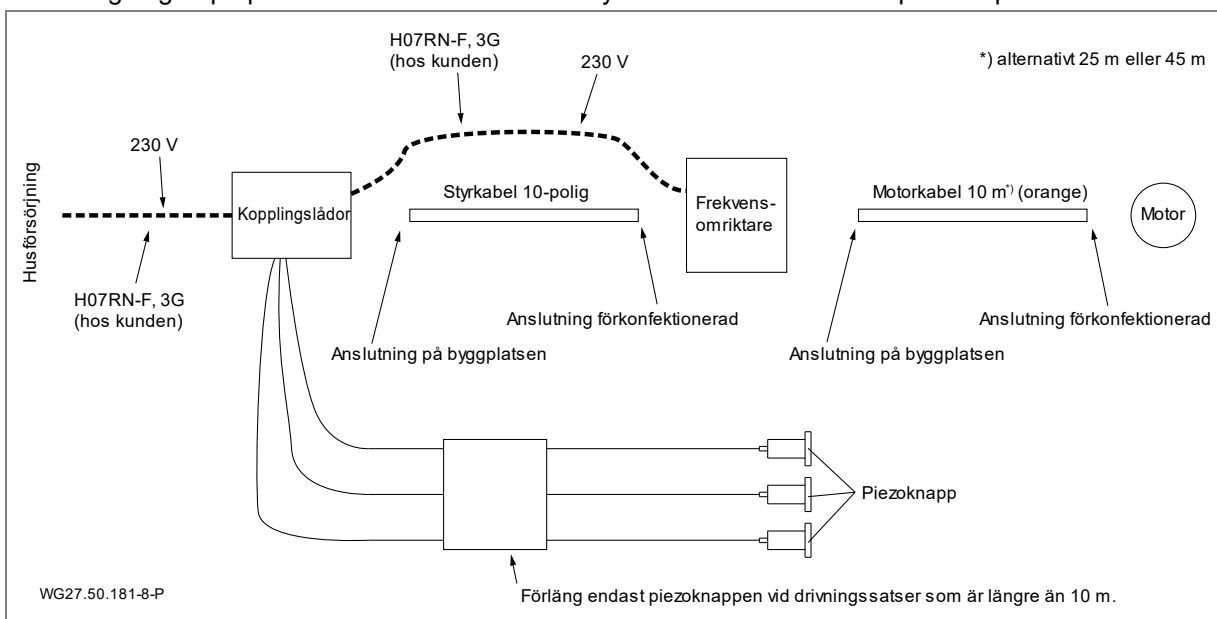

Bild 19
14. Ledarna för PTC (brun resp. svart (Br1)/vit (BR2)) ska kopplas enligt kopplingschemat. Se "Bild 19" på sida 24.